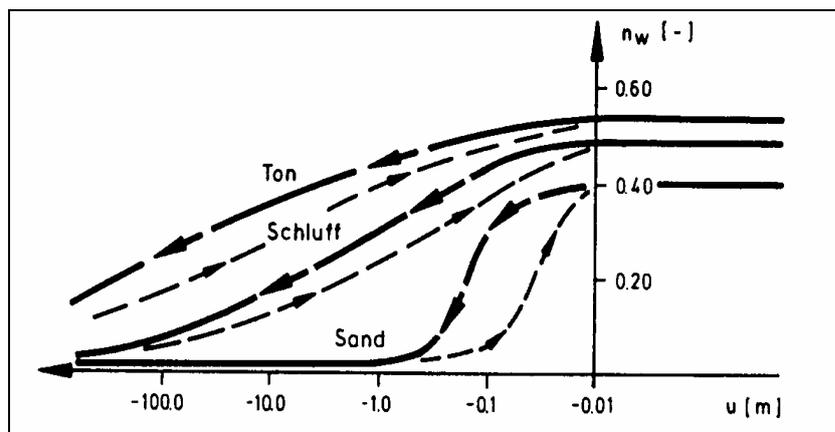

Abbildung 1 Funktionsverlauf $nw = f(u)$
- Über den Menüeintrag "**Zeit-Rand / Bodenkennwerte**" können Sie Ihre Bodenkennwerte, die Sie in **GGU-3D-SSFLOW** definiert haben, abfragen. Zusätzlich wird die Liste durch die Angabe des spezifischen Speicherkoeffizienten erweitert. Je nach Bodenart können Sie durch Anklicken des Feldes "**nw = f(u)**" Ihre spezifische Bodenkennlinie (vgl. Abbildung 1 weiter unten) über Aufpunkte definieren. Über den Knopf "**k = f(t) [0]**" können Sie die Durchlässigkeit des Bodens in Abhängigkeit von der Zeit verändern.
Zusätzlich können Sie den nw-Wert definieren. Der nw-Wert gibt den Anteil des Wasservolumens bezogen auf das Gesamtvolumen an. Er ist eine dimensionslose Größe und abhängig vom Porenwasserdruck u. Typische Verläufe von Funktionskurven verschiedener Bodenarten zeigt Abbildung 1: